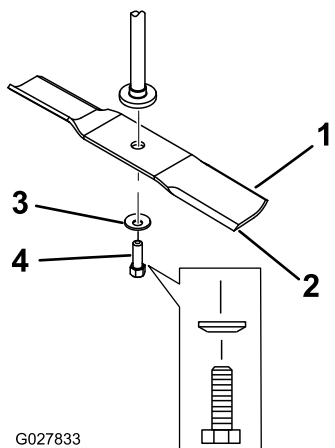

Figura 66
2. Retire a cavilha da lâmina, a anilha curva, e a lâmina do eixo (**Figura 66**).
- Instale lâmina no eixo (Figura 66).
- Instale a anilha curva (lado oval virado para a lâmina) e o parafuso da lâmina (Figura 66).